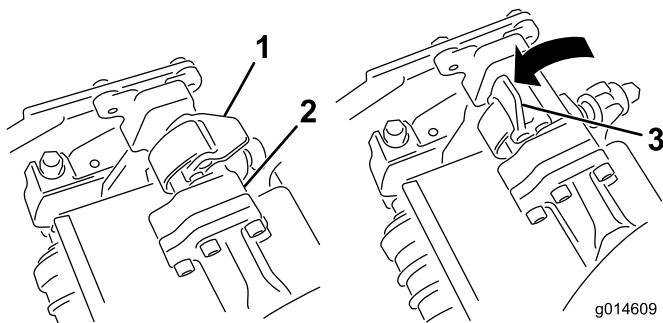
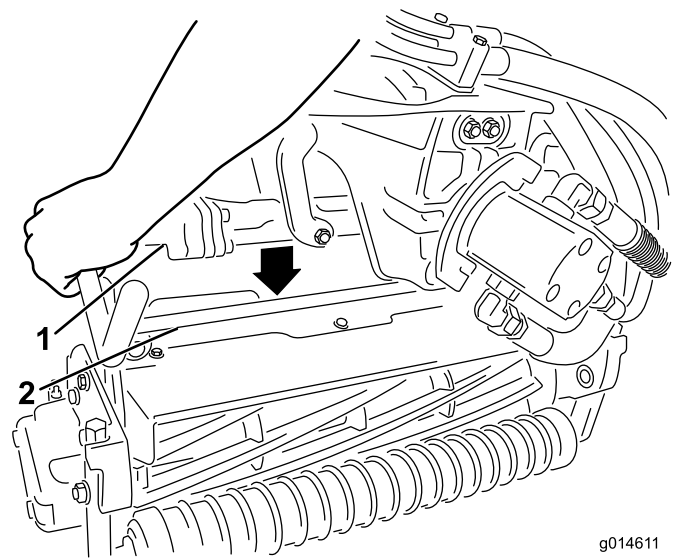

Figure 33
Figure 34
- Les verrous de la barre de bras de suspension étant orientés en haut (c.-à-d. ouverts) (Figure 33), poussez le bras de suspension vers le bas pour que la barre s'engage sur la barre transversale en haut du plateau de coupe (Figure 34).
- Fermez les verrous autour de la barre du plateau de coupe et bloquez-les en place (Figure 33).
4. Ouvrez les verrous sur la barre du bras de suspension appartenant au plateau de coupe que vous voulez déposer (Figure 33).